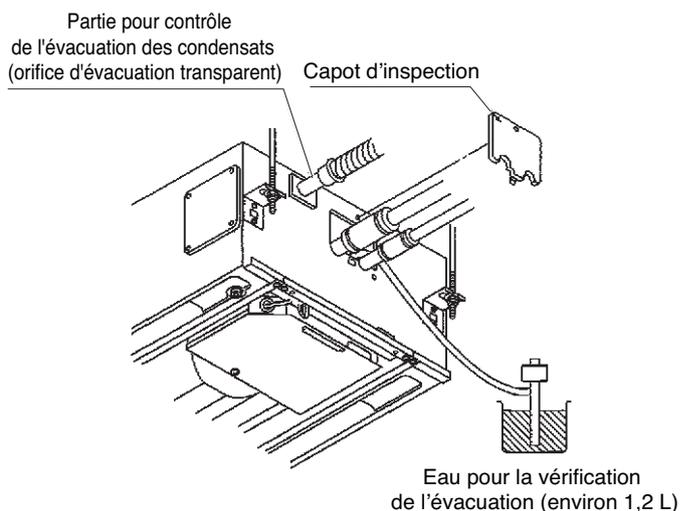

Fig. 3-31
- (4) Une fois le contrôle de l'évacuation terminé, ouvrez la broche (CHK) et remplacez le capuchon du tube. (Fig. 3-31)
(Fig. 3-31)